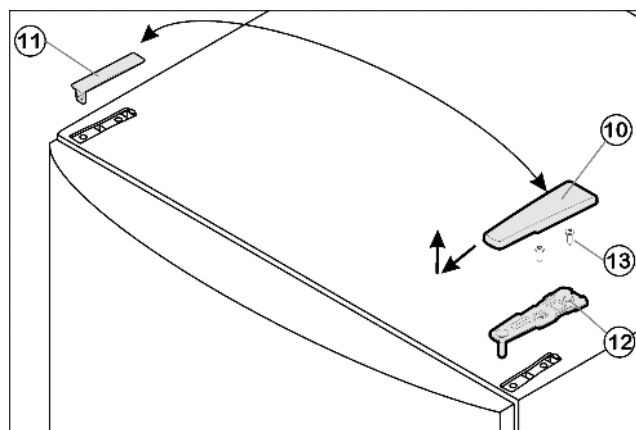

Fig. 4
- ▶ Потяните крышку Fig. 4 (10) вперед и вверх.
- ▶ Снимите крышку Fig. 4 (11).
- ▶ Открутите верхний опорный кронштейн Fig. 4 (12)(2 шт. Torx® 25) Fig. 4 (13) и вытяните вверх.
- ▶ Установите верхний опорный кронштейн Fig. 4 (12) на новой стороне шарнира и защелкните в дверце.
- ▶ Прикрутите верхний опорный кронштейн Fig. 4 (12)(с моментом 4 Нм)(2 шт. Torx® 25) Fig. 4 (13). При необходимости проделайте отверстия или используйте аккумуляторную отвертку.
- ▶ Защёлкните крышку Fig. 4 (10) и крышку Fig. 4 (11) на противоположной стороне.